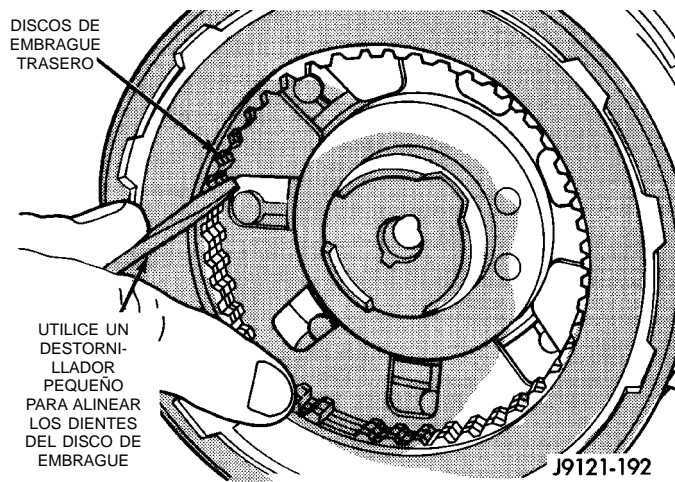
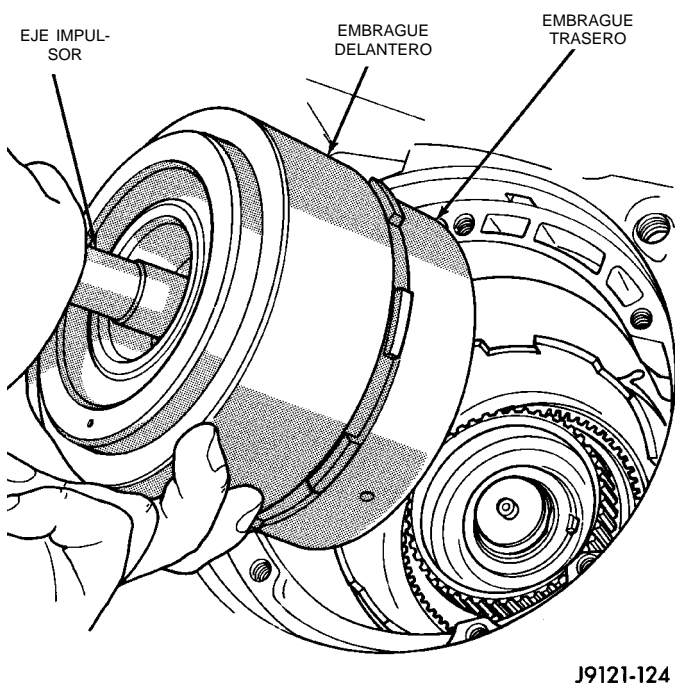

Fig. 131 Alineación de las orejetas del disco de embrague trasero
Fig. 132 Instalación de los conjuntos de embrague delantero/trasero
(15) Alinee los dientes impulsores en los discos de embrague traseros con un destornillador pequeño (Fig. 131). Esto facilitará la instalación en el planetario delantero.
(16) Eleve el extremo delantero de la transmisión lo más arriba posible y apoye la caja con tacos de madera. Los conjuntos de embrague delantero/trasero y la bomba de aceite son más fáciles de instalar si la transmisión está lo más cerca posible de la posición vertical.
(17) Deslice la cinta delantera en la caja.
(18) Instale las unidades de embrague delantero y trasero como conjunto (Fig. 132). Alinee el embrague trasero con el engranaje anular delantero e instale el conjunto en el casco impulsor. **Asegúrese de que la arandela de empuje y la placa de empuje del eje transmisor no se desplacen durante la instalación.**